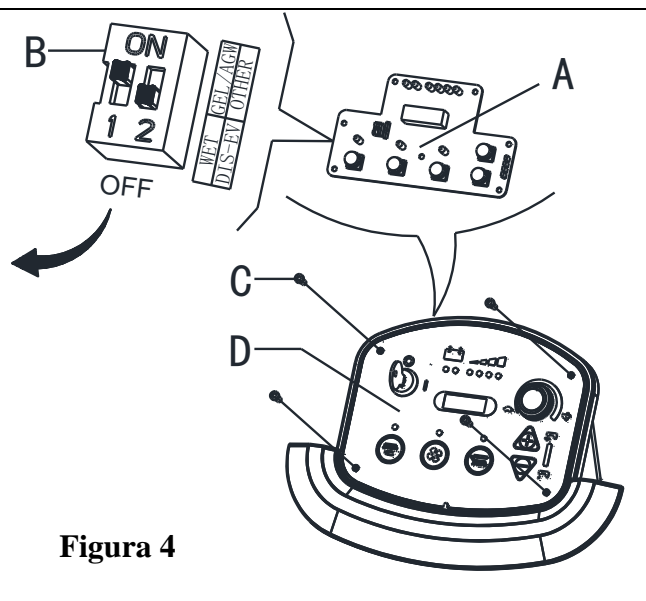

Figura 4
La instalarea noilor baterii, vă rugăm vedeți figura 4 pentru ajustarea comutatoarelor DIP. În caz contrar e posibilă deteriorarea bateriilor.
- Rotiți cheia de contact (35) pe poziția "I" și în primele secunde de funcționare a mașinii fiți atenți la următoarele:
- Dacă primul led de avertizare verde (38) licărește, mașina este setată pe GEL / AGM.
- Dacă ledul de avertizare galben (37) licărește, mașina este setată pe "Descoperă EV AGM".
- Dacă ledul de avertizare roșu (36) licărește, mașina este setată pe umed WET.
- Scoateți șuruburile de pe panoul de comandă (C, Figura 4), apoi deschideți placa de circuite imprimare (A, Figura 4) ca să găsiți comutatorul DIP (B, Figura 4) pentru a seta tipul bateriei (umed WET sau Descoperă EV AGM sau GEL / AGM), (Vedeți 1 sau 2 sau 3).
1. Apăsați ambele butoane (A, Figura 4) și (B) în același timp, Introduceți cheia de contact (D) și porniți alimentarea, după 0,5 secunde, introduceți modul de setare a bateriei. Afișajul LED în timpul setării (C), Eliberați butoanele.
2. Modul poate fi schimbat de la 0 la 5 prin apăsarea butonului (B) sau trecerea de la 5 la 0 prin apăsarea butonului (A). După terminarea setării pentru modul de baterie, opriți alimentarea (D) și noua setare a modului bateriei poate fi salvată automat.